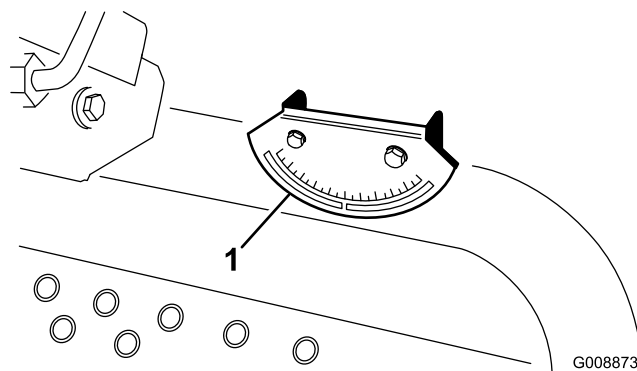

Figura 5
2. Verifique o nivelamento da máquina colocando um inclinómetro (fornecido com a máquina) na calha do chassis próximo do depósito de combustível (Figura 5). Quando observado da posição do utilizador, o inclinómetro deve registar zero graus.